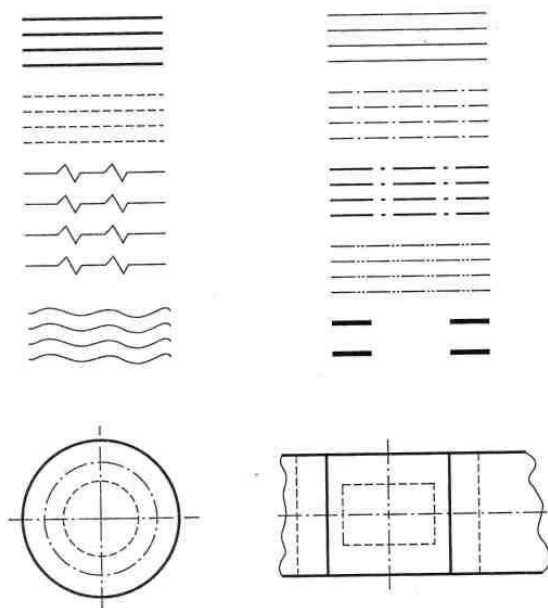

Рис. 43
6. На листе чертежной бумаги формата А4 нанести рамку, выполнить основную надпись для первого листа чертежей, расположив последнюю вдоль короткой стороны формата, и повторить все изображения, показанные на рис. 43, в соответствии с правилами начертания линий чертежа. (Наименование работы — *Линии чертежа*.)